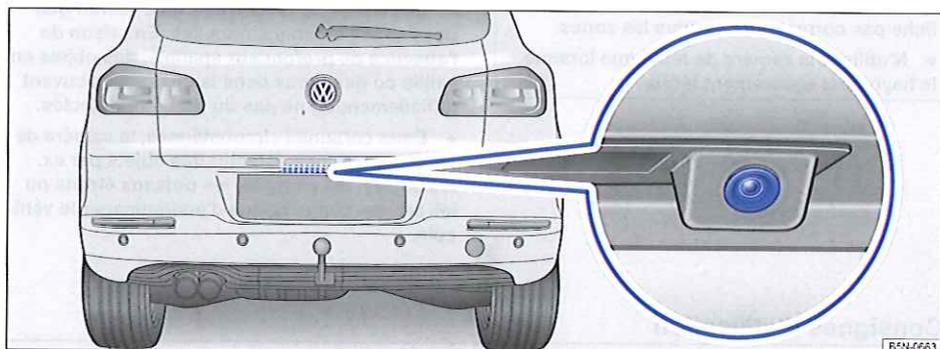

Fig. 159 Dans le hayon : emplacement de montage de la caméra de recul.
Une caméra située dans le hayon ⇒ fig. 159 vous assiste lorsque vous effectuez un stationnement en marche arrière ou des manœuvres. L'image de la caméra ainsi que les lignes et zones de repérage sont projetées par le système sur l'écran du de l'autoradio ou du système de navigation de première monte.
- ✓ L'image doit être fiable et claire, par ex. bonnes conditions de visibilité et lentille propre ⇒ fig. 159.
La caméra de recul \Rightarrow fig. 159 (agrandissement) ne retransmet que des images bidimensionnelles. Les creux ainsi que les objets saillants au sol ou les
Assurez-vous que la lentille \Rightarrow fig. 159 (agrandissement) est propre et exempte de neige et de givre :